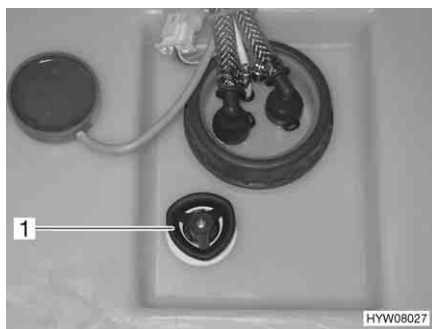

Fig. 111 Serbatoio dell'acqua con maniglia girevole
- Sul serbatoio dell'acqua ruotare la maniglia girevole (Fig. 111,1) in senso antiorario, oltre la resistenza verso l'esterno fino all'arresto, per aprire completamente l'apertura di scarico.